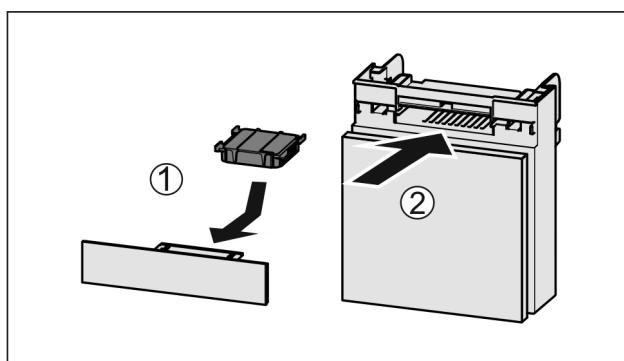

Fig. 100
- Aktivni ogleni filter vstavite Fig. 100 (1) skladno s prikazom na sliki.
- Predal potisnite noter Fig. 100 (2).